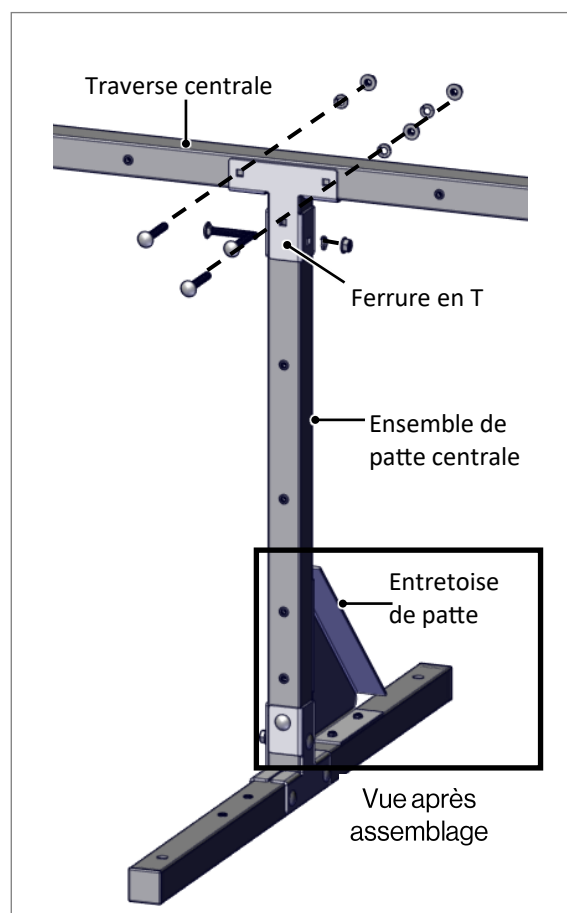

Fig. 8
- Fixez l'ensemble de patte centrale à la traverse centrale à l'aide de deux (2) ferrures en T, quatre (4) boulons de carrosserie, quatre (4) rondelles de blocage et quatre (4) écrous à embase (Fig 8).
- Fixez l'entretoise de patte à l'ensemble de patte centrale à l'aide de quatre (4) boulons hexagonaux.